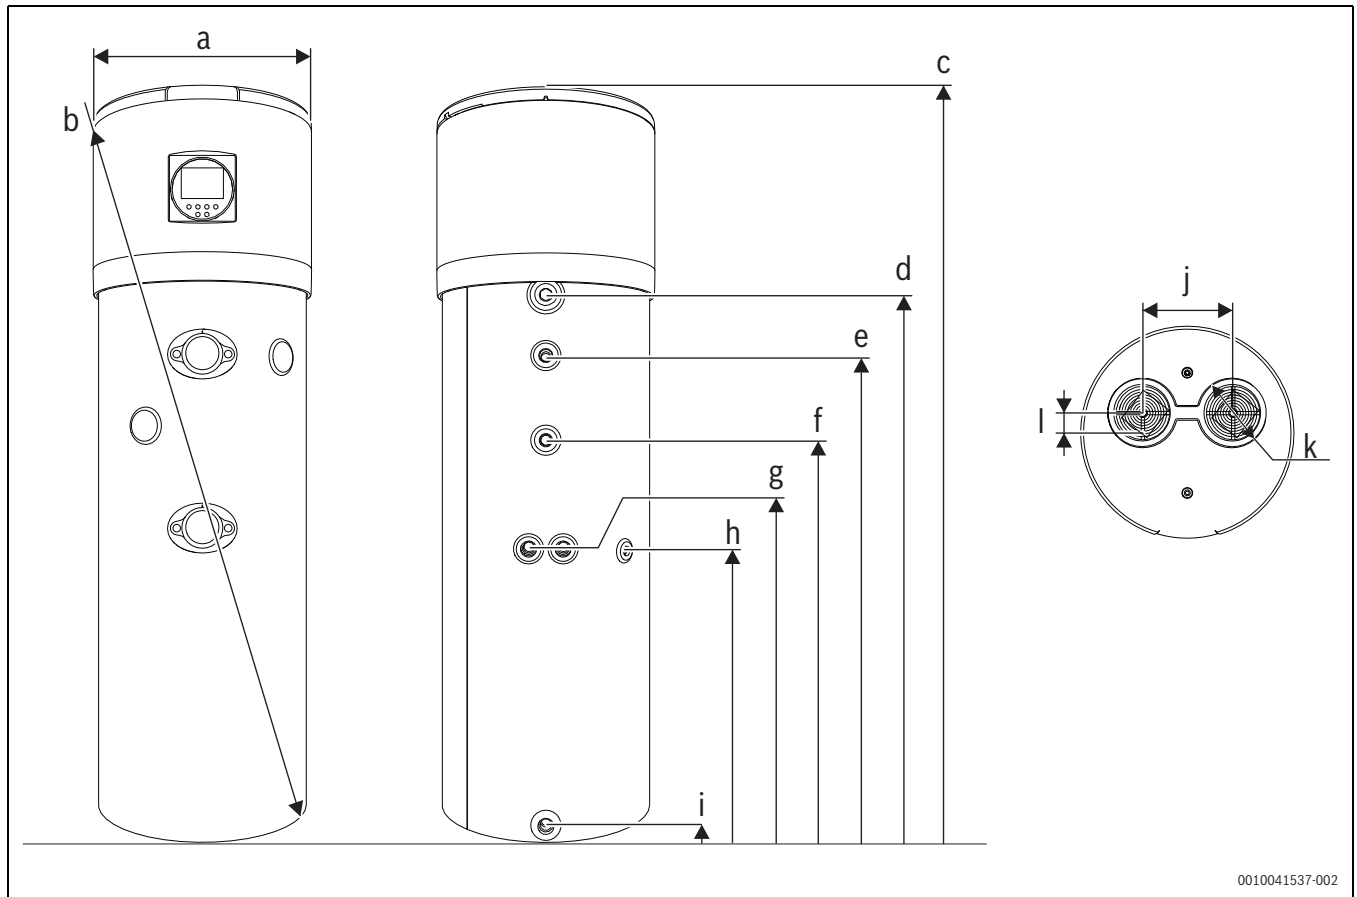

Fig. 2 Dimensioni dell'apparecchio
- ▶ Rispettare le distanze minime (→ Fig. 2, pagina 5 e fig. 9, pagina 11).